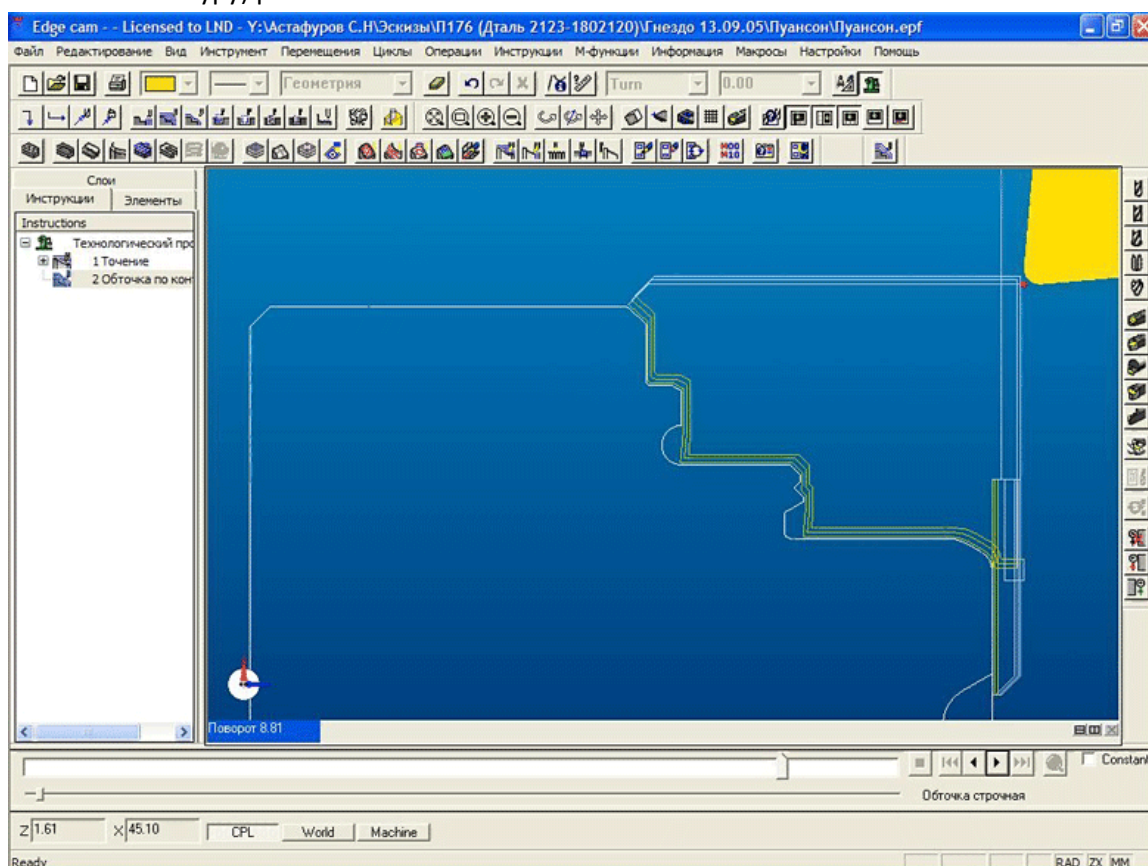

Рис. 11. Edgescam. Предварительная контурная обработка.
11. Предварительная контурная обработка, оставляем припуск по Z=0,1 и по X=0,1 (Обточка по контуру) рис. 11